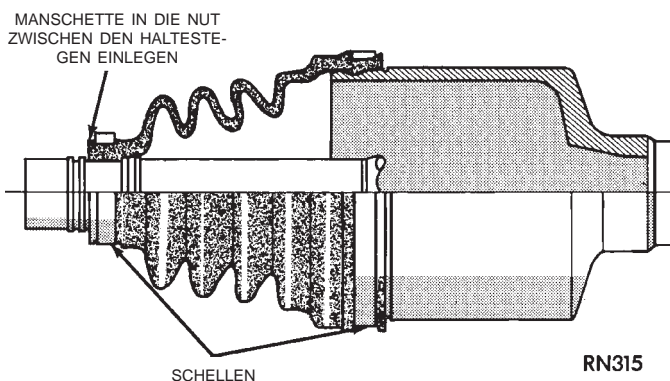

Abb. 31 Schelle und Gelenkschutzmanschette positionieren
(8) Gelenkschutzmanschette in die Nut am Gehäuse des Topfgelenks einsetzen (Abb. 31). Die Schelle am Gehäuse montieren und gleichmäßig um die Manschette legen.